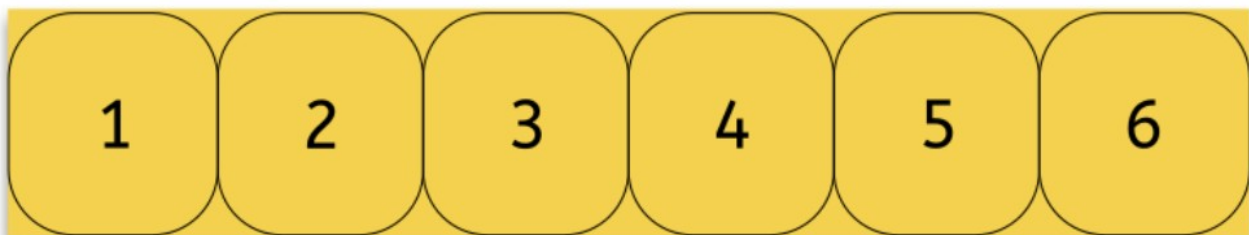

Рисунок 3. Деление ворот на 6 частей.
9.3.4.4 Первоначально противоположные ворота полностью открыты (см. Рисунок 3). После каждого забитого гола член команды бросает кубик, и часть ворот, соответствующая числу на кубике, будет закрыта черным прямоугольником. Если эта часть ворот уже была закрыта, кубик будет брошен еще раз. См. Рисунок, где выпадали числа 3 и 5 после каждого раунда и соответствующие части ворот были закрыты. Обратите внимание, что если число 3 или 5 выпадет еще раз в следующих раундах, то последует новый бросок кубика.